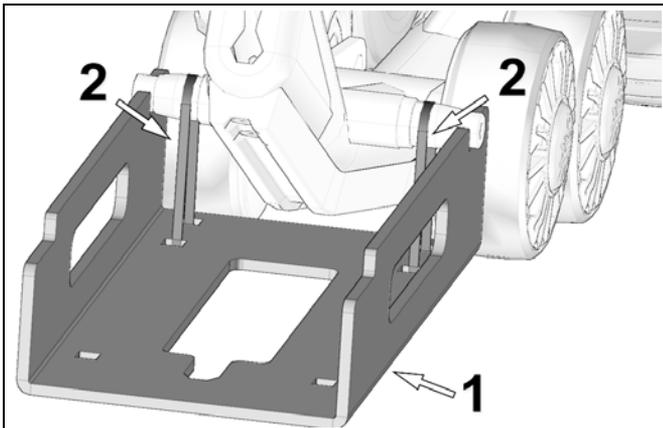

Abbildung 39
Benutzen Sie Ausrichtwerkzeug Nr. 2000-00-1999 von Camoplast (Teil 1 in Abbildung 39), um den Kettenspanner wie folgt auszurichten:
Befestigen Sie das Ausrichtwerkzeug mittels der mitgelieferten Kabelbinder (2) an der der Kettenspanner-Baugruppe nahegelegendsten Radachse. Siehe Abbildung 39.